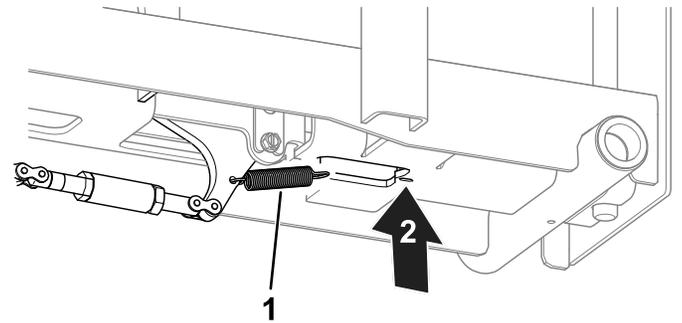

図 15
9. ホイールストップとランプ底部にスプリングを取り付ける 図 15。